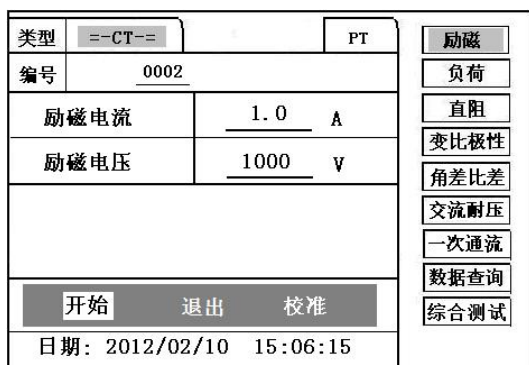

图 4，CT 励磁特性测试界面
在 CT 主界面中，选择“**励磁**”选项后，即进入测试界面如图 4。
**注意：**图 4 中“**校准**”功能：主要用于查看设备输出电压电流值，不用于互感器功能测试，详情见附录一。